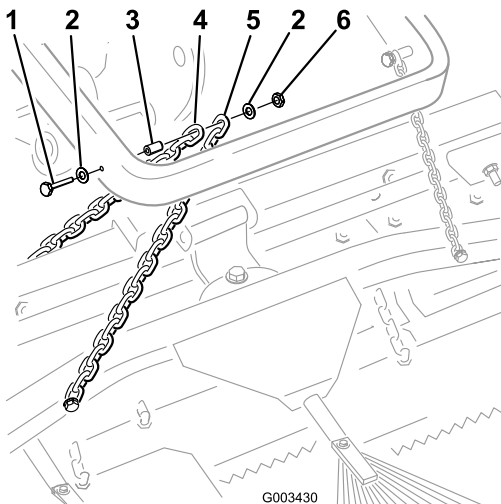

Figura 5
3. Sujete el eslabón superior de cada cadena de transporte a la parte trasera del brazo de elevación con un perno (3/8 x 2-1/2 pulgadas), 2 arandelas (3/8 x 7/8 pulgada), un espaciador, y una tuerca con arandela prensada (3/8 pulgada), según se muestra en Figura 5.